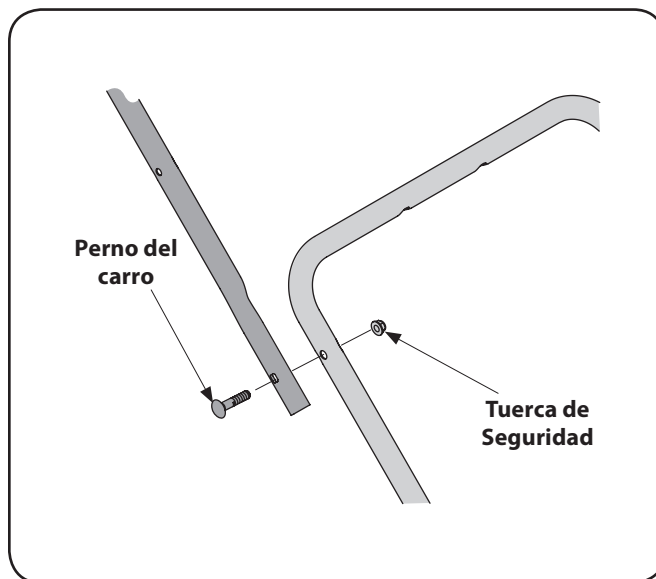

Figura 3-3
2. Asegure la manija superior a la manija inferior usando los pernos del carro y las tuercas de seguridad del Grupo 4 del paquete de elementos de ferretería. Vea Figura 3-3.